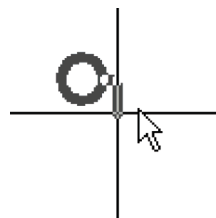

图 4-74 放置 PCB 布线指示
(1) 执行此命令后，鼠标变成十字形状，并带有一个 PCB 布线指示符号。
(2) 移动光标到需要放置 PCB 布线指示的位置处，单击鼠标左键即可完成放置，如图 4-74 所示。
(3) 此时鼠标仍处于放置 PCB 布线指示的状态，重复操作即可放置其他的 PCB 布线指示符号。
(4) 单击鼠标右键或者按下〈Esc〉键便可退出操作。